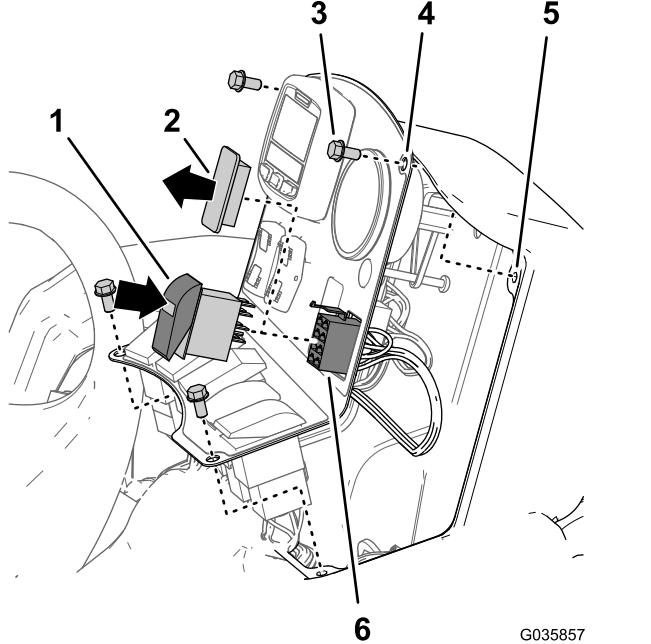

Bild 35
1. Entfernen Sie die vier Bundkopfschrauben ($\frac{1}{4}$ " x $\frac{1}{2}$ ") (falls vorhanden), mit denen die Abdeckung des Bedienfelds oben an der Konsole befestigt ist, wie in Bild 35 abgebildet.
2. Entfernen Sie die Schalterblende von der Abdeckung des Bedienfelds der Konsole (Bild 35).
3. Stecken Sie den 8-Buchsen-Stecker des Kabelbaums des Finishingkits für den Ultra Sonic Boom durch die Öffnung in der Abdeckung des Bedienfelds (Bild 35).
4. Schließen Sie den 8-Buchsen-Stecker des Kabelbaums des Finishingkits für den Ultra Sonic Boom, der mit SONIC MODE MANUAL VS. AUTO beschriftet ist, am Kippschalter an (Bild 35).
5. Setzen Sie den Kippschalter in die Öffnung im Bedienfeld, bis der Schalter einrastet (Bild 35).
6. Flüchten Sie die Löcher in der Abdeckung des Bedienfelds mit den Löchern in der Oberseite der Konsole aus (Bild 35).
7. Befestigen Sie das Bedienfeld mit den vier in Schritt 1 entfernten Schrauben an der Konsole (Bild 35).